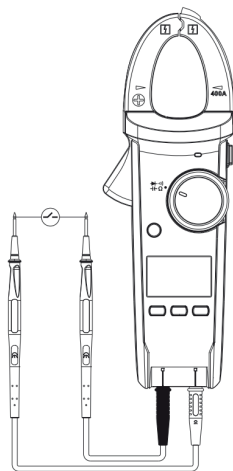

Рисунок 7
**6. Измерение проводимости (рисунок 7)**